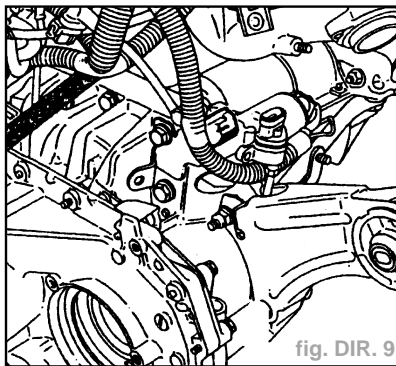

fig. DIR. 9
- Débrancher le connecteur de la sonde à oxygène (fig. DIR. 9).